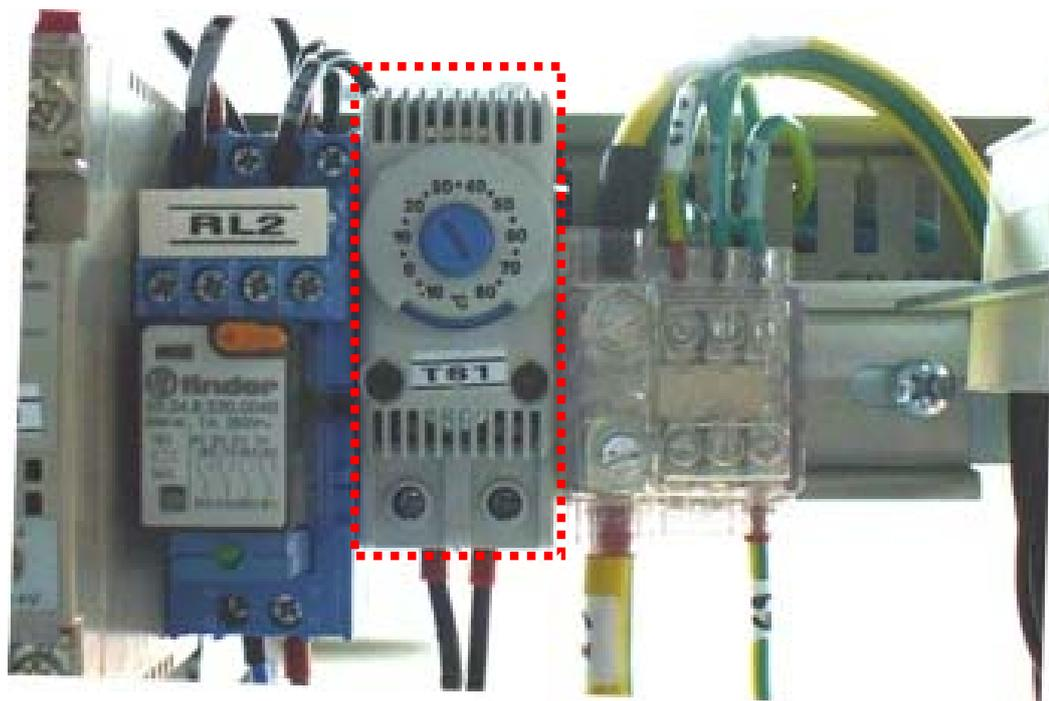

Figura 15-7: Termostato
- Annotarsi la posizione attuale del termostato riportato in Figura 15-7 (in modo da poter successivamente ripristinare la condizione iniziale: di norma è posto a circa 40°C).